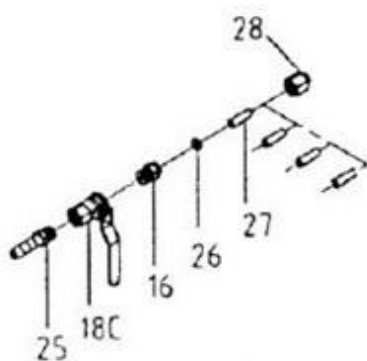

Figure 5
5. Reportez-vous à la figure 5 pour installer la vanne d'arrêt de la buse (18-C).